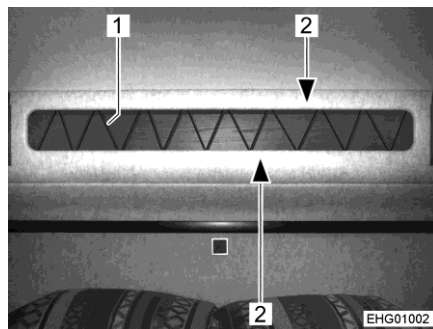

Bild 8 Herausfallschutz über den Betten
- Beigelegte Gleitösen auf Gummi (Bild 8,1) auffädeln.
- Die Gleitösen des Gummis abwechselnd oben und unten in die Schienen (Bild 8,2) einführen.